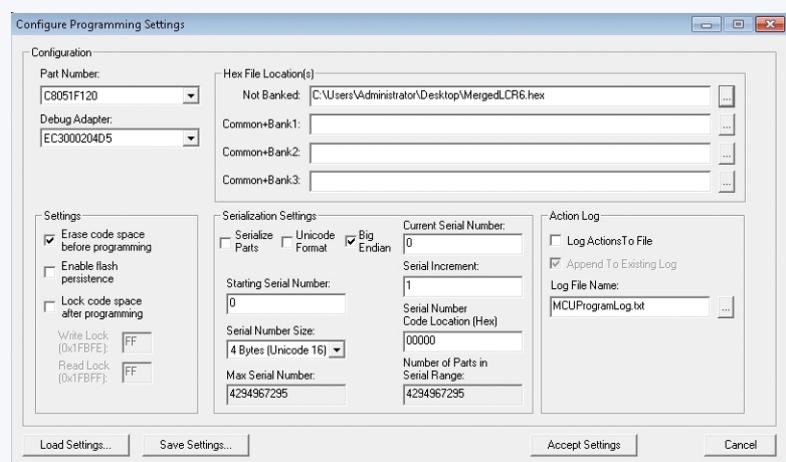

Figure 7a. Paramètres de programmation dans le MCUProductionProgrammer de Silicon Labs.
- Dans *Program Menu / Configure Programming Information...* renseignez les différents champs (fig. 7a/b), puis *Accept Settings* (vous pouvez sauvegarder ces réglages par *Save Settings...*)